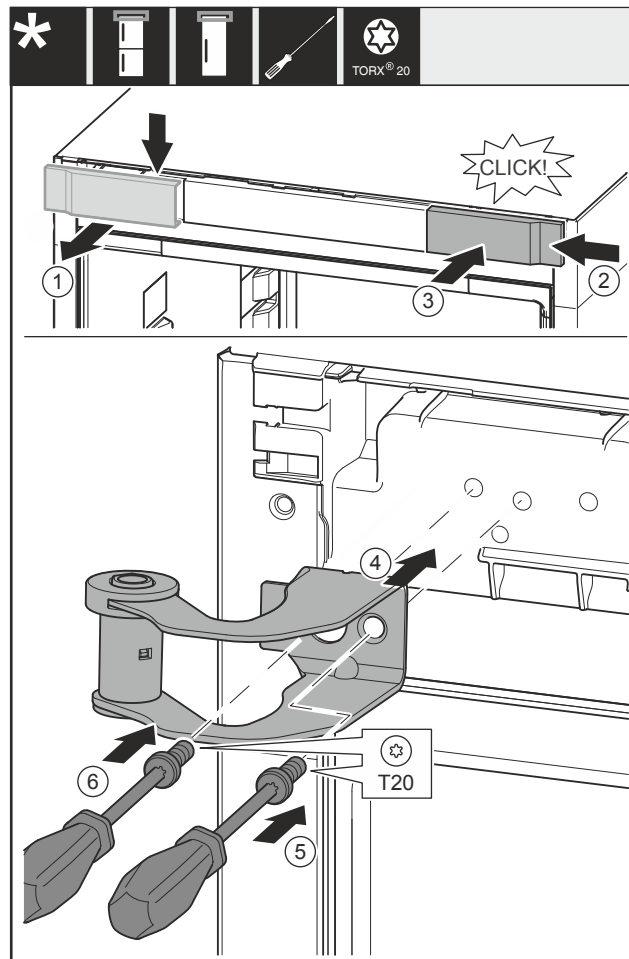

Fig. 11
- Vegye ki felülről a fedelet Fig. 11 (1) előrefelé.
- Akassza be a fedelet Fig. 11 (2) 180°-kal elfordítva a másik oldalra jobb felől.
- Pattintsa be a fedelet Fig. 11 (3).
- Helyezze fel a felső csapágybakot Fig. 11 (4).
- Húzza meg a csavart Fig. 11 (5).
- Húzza meg a csavart Fig. 11 (6).